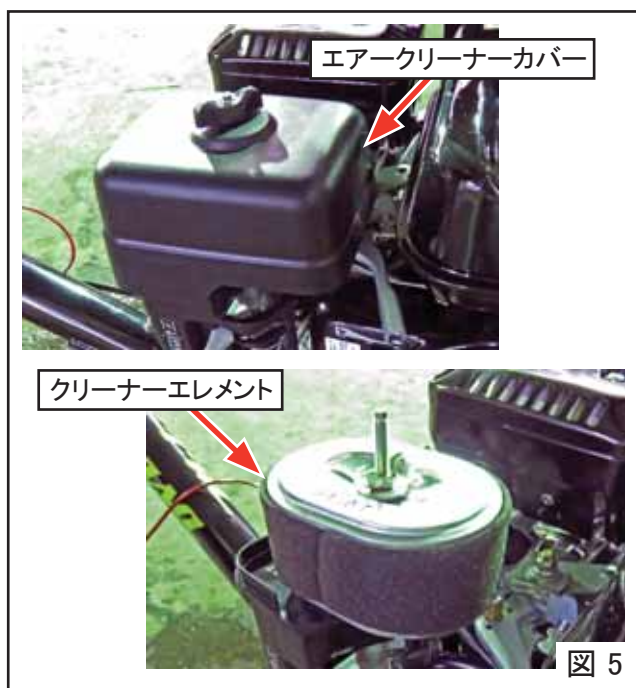

図 5
2. エアークリーナーカバーとクリーナーエレメントを取り外します。(図5)